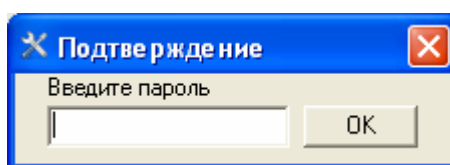

Рисунок 2.6
Кнопка **«Удалить трек»** (6). Используется в том случае, если была изменена структура хранения пакета во внутренней памяти (оговаривается в описании прошивки) или просто удалить накопившиеся пакеты. После нажатия данной кнопки появится окно **«Подтверждение»** (рисунок 2.6), в котором необходимо ввести пароль для выполнения операции.